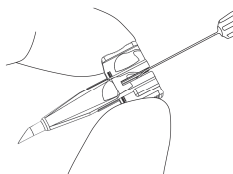
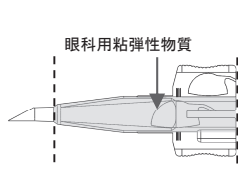

図4
図5
5. 滅菌バッグからカートリッジを無菌的に取り出し、蓋部分を取り外した後にカートリッジ内部に眼科用粘弾性物質 (眼科用ヒアルロン酸製剤) を充填する (図 4)。眼科用粘弾性物質はカートリッジのテーパー部分から最後部まで完全に充填されるように十分な量を使用すること (図 5)。